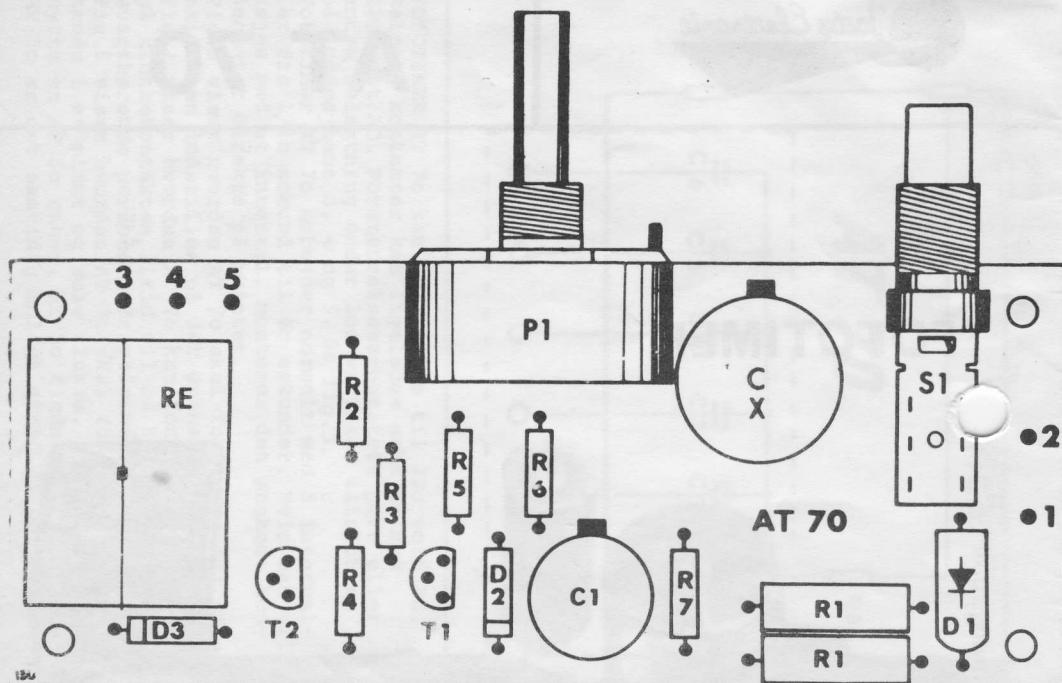

FIG. 2.
1. Først monteres modstandenene R1 til R7. Modstandenes ben stikkes helt igennem printet fører Fig. 2. Lod straks efter isættelse af hver enkelt komponent, og afklip straks de tiloversblevne ender.
5. Transistorerne T1 og T2 monteres således at flade side vender som på Fig.2.
7. Elektrolytkondensator C1 monteres således at den sorte firkant på Fig.2 er minus, og sørger til studsen på kondensatoren.